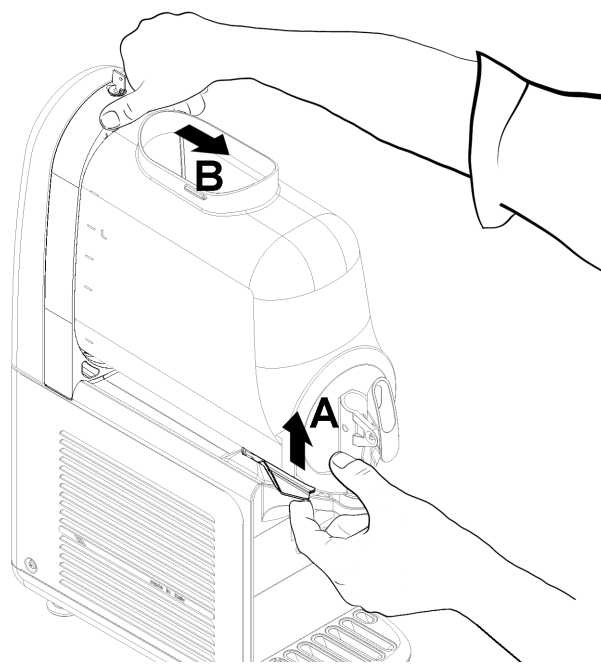

figura 10
- 2 Per smontare il contenitore è necessario spingere verso l'alto l'apposita leva (vedere figura 10) e quindi sfilare il conteni-